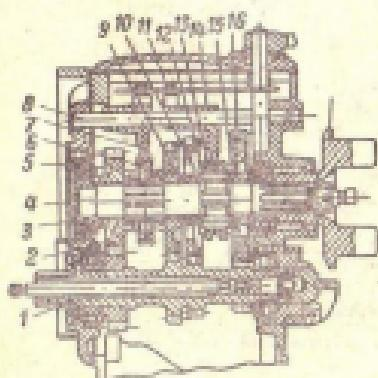

Рис. 84. Коробка передач мотоцикла М-72:
**Коробка передач.** На мотоцикле М-72 устанавливается четырехступенчатая двухходовая коробка передач (рис. 84), состоящая из механизма силовой передачи, механизма переключения передач и пускового механизма (стартера).
Механизм силовой передачи (см. рис. 84) состоит из восьми шестерен и двух муфт переключения, смонтированных на первичном 1 и вторичном 4 валах коробки передач. Первичный вал вращается на шариковом и роликовом цилиндрическом подшипниках. Вторичный вал вращается на двух шариковых подшипниках.